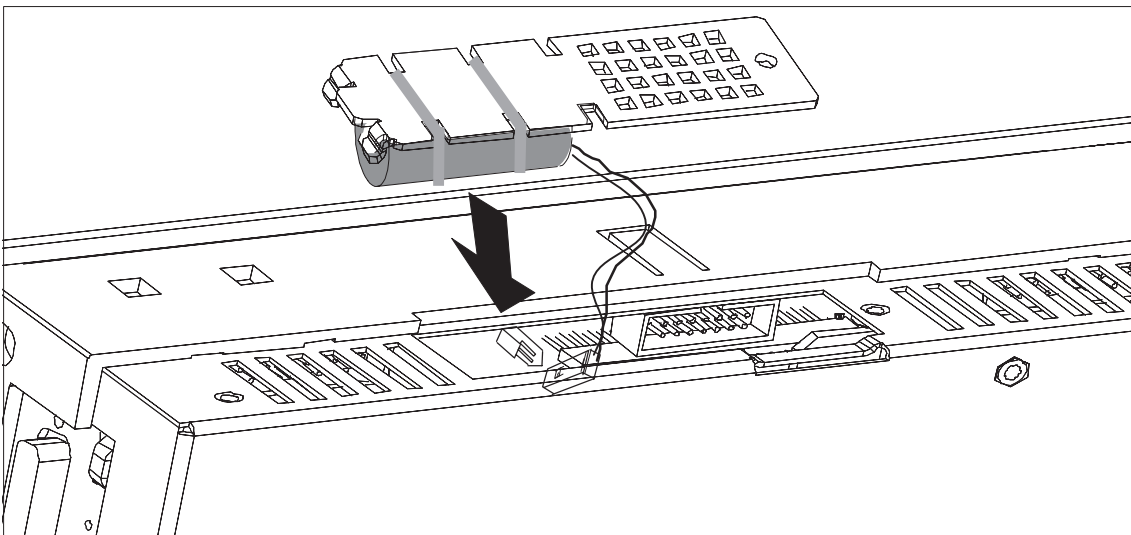

Bild 11-3 Pufferbatterie einstecken
3. Ziehen Sie den Batteriestecker der vorhandenen Pufferbatterie ab (siehe Bild 11-3).
4. Lösen Sie die Kabelbinder mit denen die Batterie an der Abdeckung befestigt ist (siehe Bild 11-3).
6. Stecken Sie den Anschlußstecker der Batterie zuleitung in die zweipolige Stiftleiste. Der Anschlußstecker ist codiert und damit gegen versehentliches Verpolen gesichert (siehe Bild 11-3).